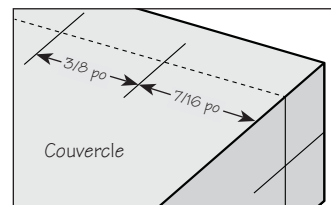

Figure 4 : Emplacement des rainures
3. Sous le couvercle, à une distance de 7/16 po du bord, marquez l'emplacement des deux rainures de 3/8 po de longueur sur 1/16 po de largeur en les centrant par rapport au trou. Voir la **figure 4**.